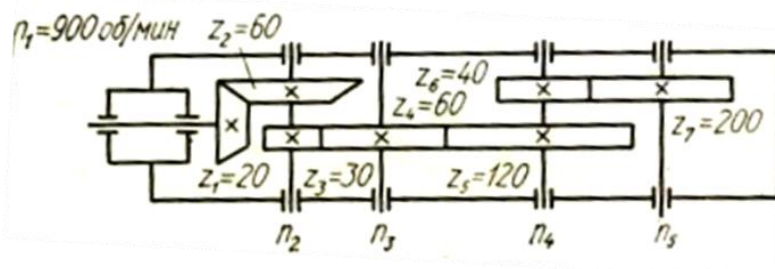

Рис. 4.
13. Установите соответствие частот вращения валов редуктора (рис. 4).